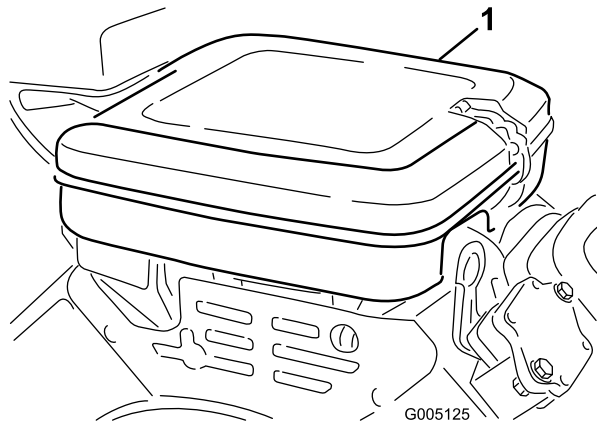

Bild 40
1. Reinigen Sie die Abdeckung gründlich (Bild 40).